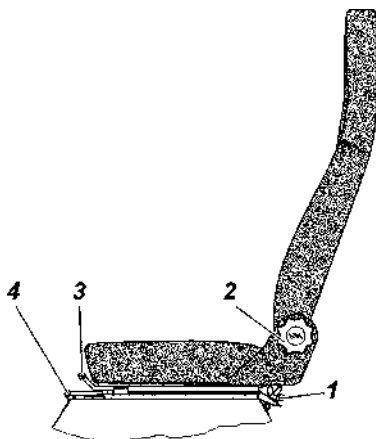
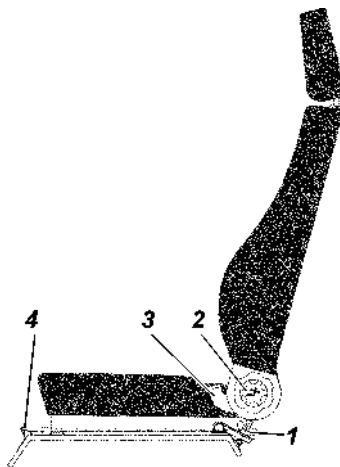

Рис. 3.6. Переднее сиденье
Рис. 3.7. Переднее сиденье
Регулировка наклона спинки переднего сиденья осуществляется вращением ручки 2 (рис. 3.6) и 2 (рис. 3.7) в зависимости от комплектации.
Регулировка сиденья водителя в продольном направлении (Вариантное исп.1) осуществляется с помощью рычага 3 (рис. 3.6): потяните на себя расположенный спереди под подушкой сиденья рычаг фиксации продольного перемещения сиденья и сдвиньте сиденье в требуемое положение. Закончив регулировку, отпустите рычаг и удостоверьтесь в надежности фиксации сиденья, подвигав его вперед-назад при опущенном рычаге.
Регулировка сиденья водителя в продольном направлении (Вариантное исп.2) осуществляется с помощью рычага 3 (рис. 3.7): нажмите рычаг до упора вниз, расположенный с внешней стороны около механизма наклона спинки, сдвиньте сиденье в требуемое положение. Закончив регулировку, отпустите рычаг и удостоверьтесь в надежности фиксации сиденья, подвинув его вперед-назад.
-отверните гайку - барашек 1 (рис. 3.6, 3.7) и опрокиньте сиденье вперед;